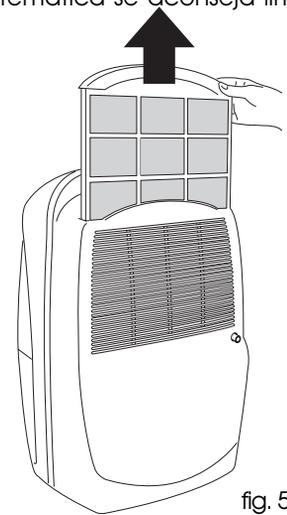

fig. 5
- Para quitar el filtro del aire, sacar el filtro tirando de él (Fig. 5).